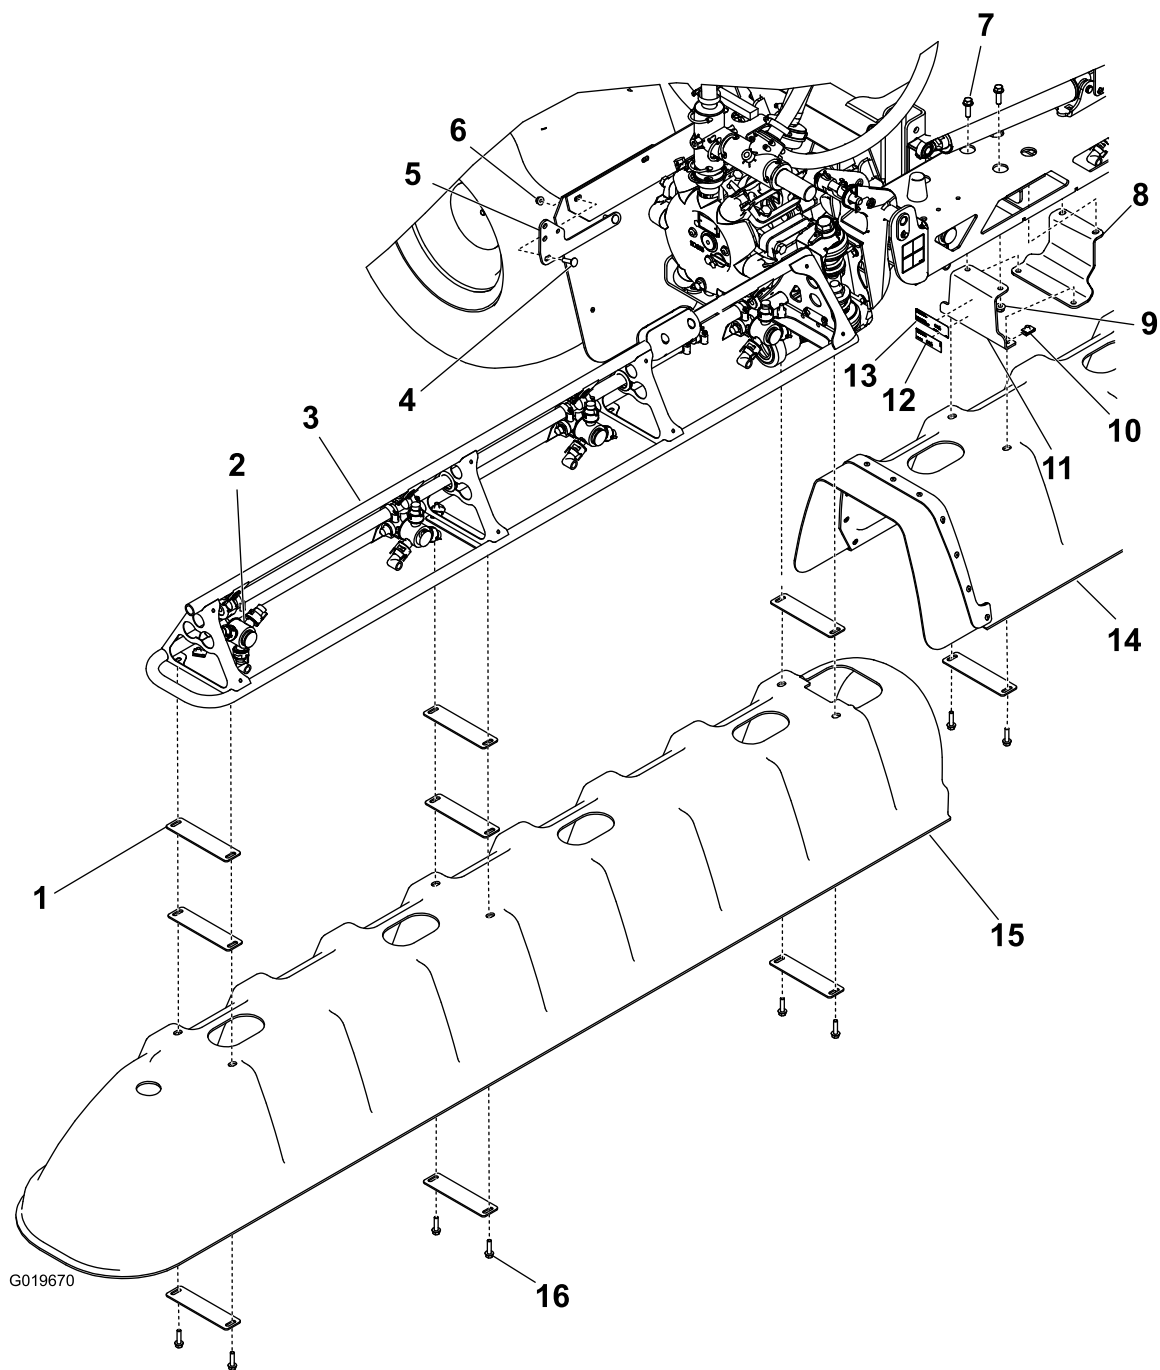

図 1
1. 中央ブーム・ブラケットのひとつに、銘板デカルと規制関係デカルを、図 1 のように取り付ける。
2. 中央ブラケット (2個) とブーム取り付けプレートを中央ブームに取り付ける；六角ヘッドねじ (3/8 x 1-1/4 インチ) 2本とフランジ・ナット (3/8 インチ) 2個を使用して、図 1 のように取り付ける。
3. 中央ブーム・ブラケットに中央カバー・アセンブリを 図 1 のように取り付ける；Uナット4個、ワッシャ・プレート2枚、六角ヘッドねじ (5/16 x 1-1/4 インチ) 4本を使用する。
2. ウイング・ブーム・カバー (図 1) のひとつを取り付ける；ワッシャ・プレート8枚、六角ヘッドねじ (5/16 x 1-1/4 インチ) 6本、Uナット6個を使用する。
1. ドレン・バルブ取り付けブラケットを 図 1 のように車体に取り付ける；キャリッジねじ2本とフランジ・ナット (5/16 インチ) 2個を使用する。
2. ドレン・バルブを、現在の位置から取り付けブラケット (図 1) へ移動させる；現在使われているリンチ・ピンとランヤードを使用する。